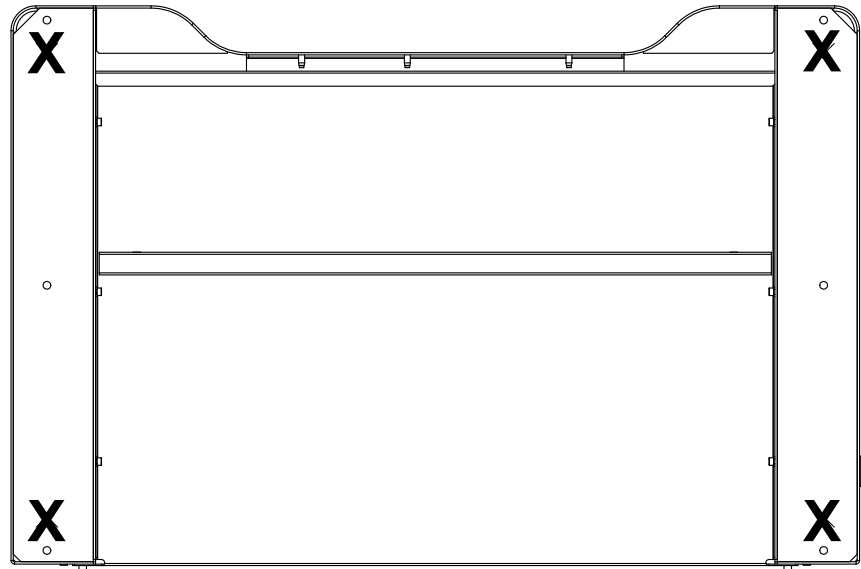

Abbildung 25. Auf der Unterseite des Rahmens ist die Position der Rahmenfüße zu sehen
7. Nehmen Sie die Füße des Rahmens zur Hand, die entfernt wurden, um den Rahmen am Versandgestell zu befestigen. Nehmen Sie die rohrförmigen Halterungen an der Rückseite des Rahmensockels ab und bringen Sie die Rahmenfüße an den in angegebenen Stellen an (Abbildung 25 auf Seite 83).